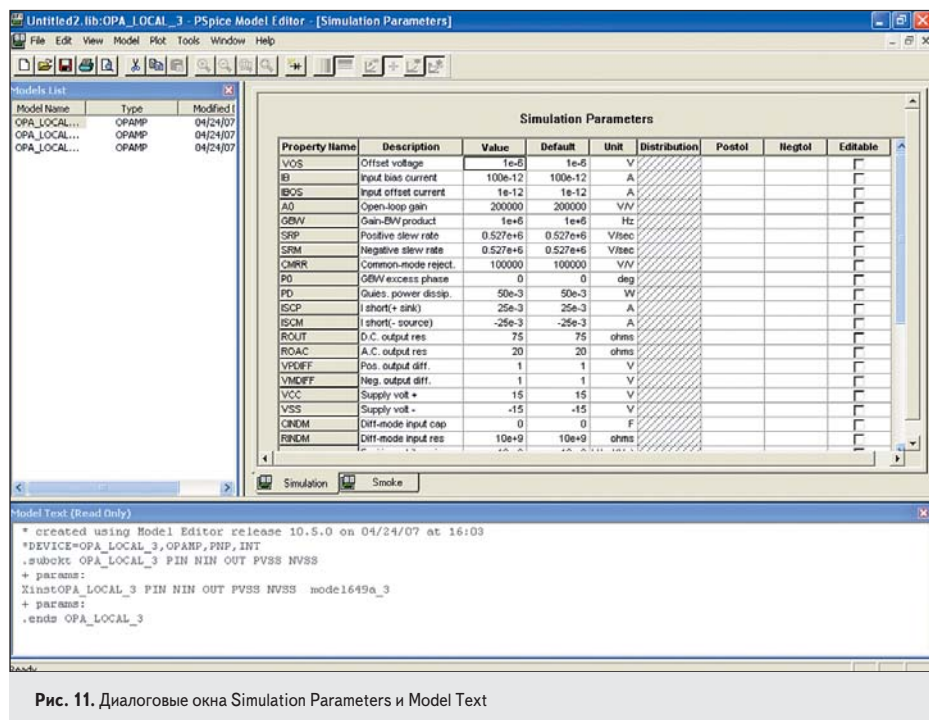

Рис. 11. Диалоговые окна Simulation Parameters и Model Text
8. Нажмем **OK**. Откроются окна Simulation Parameters и Model Text. В Models List появятся три модели OPA\_LOCAL\_1, OPA\_LOCAL\_2 и OPA\_LOCAL\_3 (рис. 11).